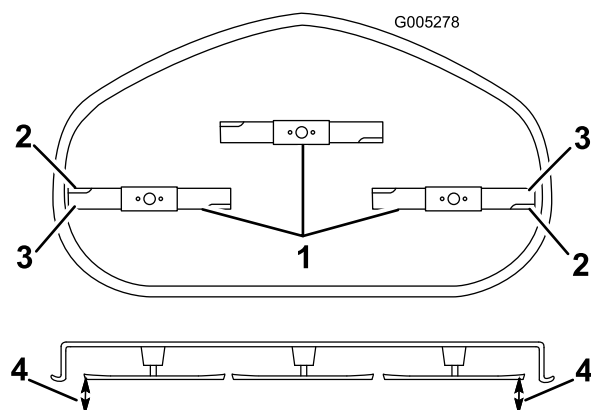

Figure 51
- Faites pivoter les lames avec précaution pour qu'elles soient toutes parallèles (Figure 51).
- Mesurez la distance entre les tranchants extérieurs et le sol plat (Figure 51). Si les deux mesures diffèrent de plus de 5 mm (3/16 po), un réglage s'impose. Poursuivez la procédure.